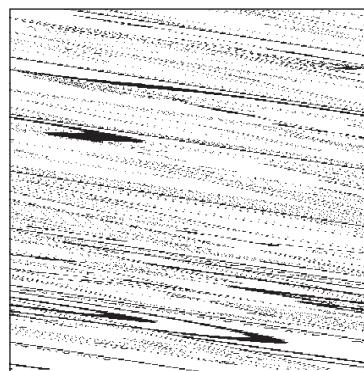

Рисунок 2
- 2) Ослабьте винты (2). После того, как Вы сняли кабельный зажим (3), пропустите через отверстие 7-штырьковый и 4-штырьковый разъемы (см. рис.2). Соедините питающие кабели (4) к дистанционному выключателю, закрепите заземляющий кабель (5) и затяните соответствующий хомут.